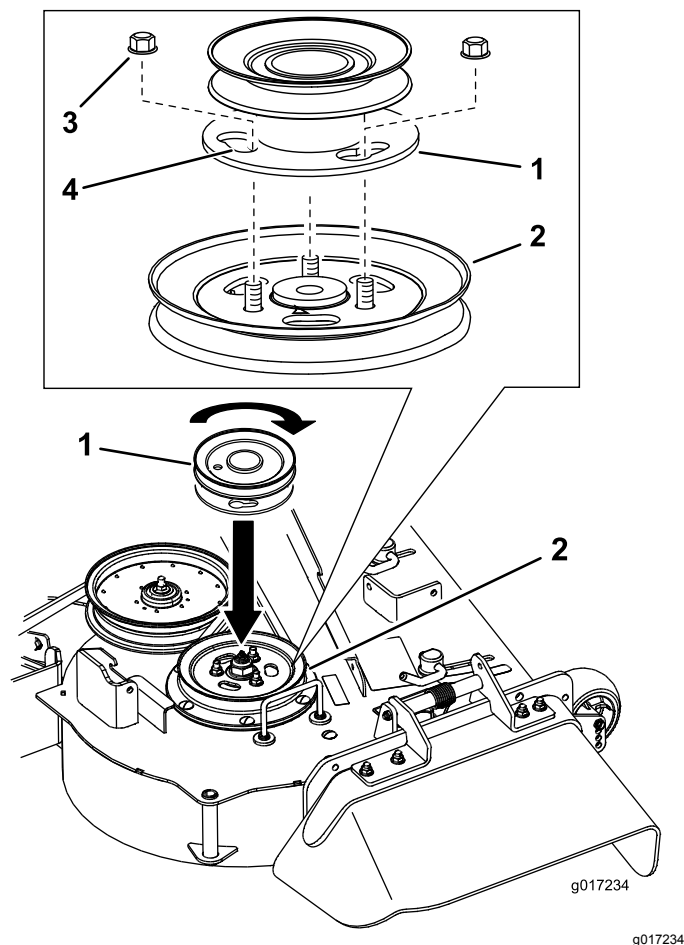

Figura 10
1. Retire las tuercas de la polea existente de la carcasa de corte (Figura 10).
2. Instale el conjunto de polea nuevo en los pernos de la polea de la carcasa de corte (Figura 10).
3. Gire la polea para bloquearla en esa posición (Figura 10).